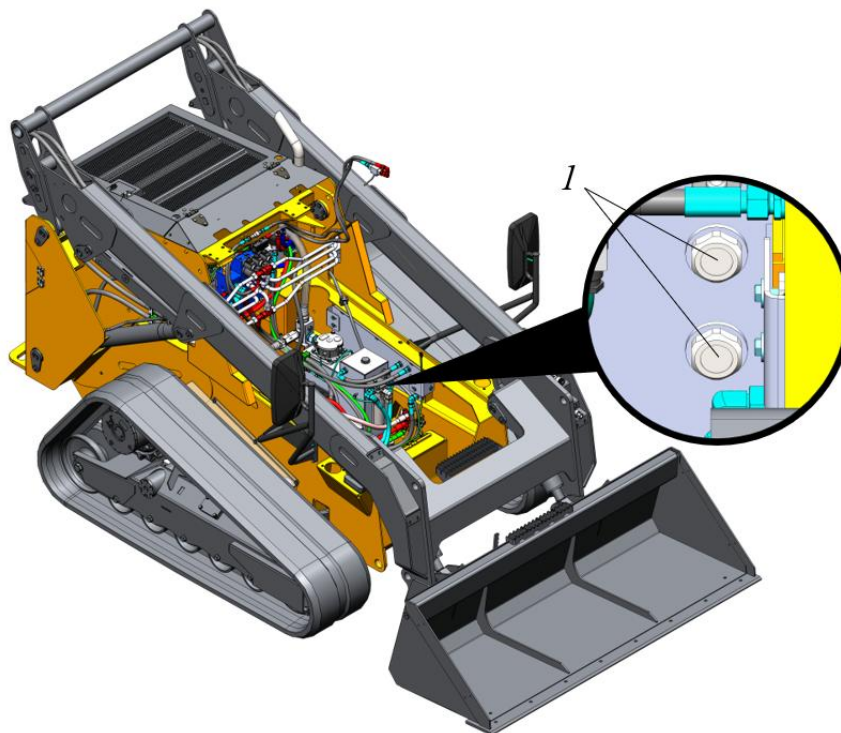

Рисунок 5.52. Проверка уровня масла в гидравлическом баке
- ▶ Проверить уровень масла по смотровым окнам 1 гидравлического бака, расположенным с левой стороны машины (по ходу движения), см. рис. 5.52.